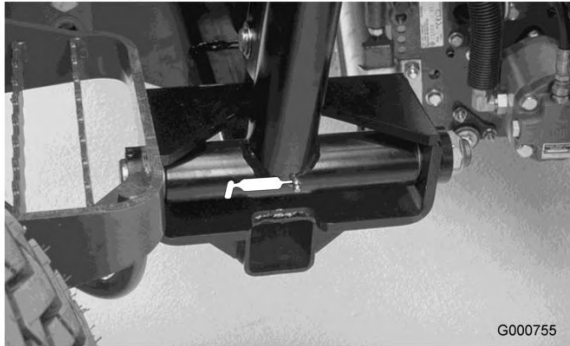

Figura 48
- Perno del braccio di sollevamento (3) (Figura 48)